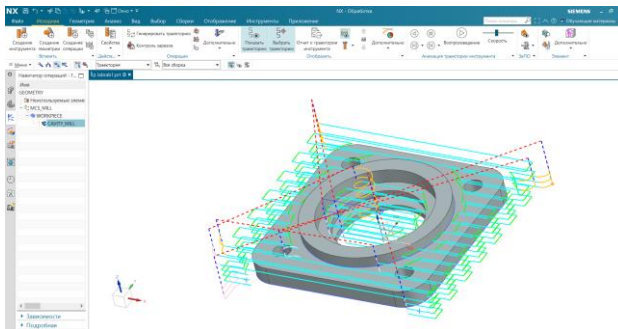

Рисунок 1.23 – Траєкторія обробки
13) Двічі клацніть по ній, щоб відкрити діалогове вікно операції. Змініть шаблон різання з «Вдоль детали» на «Зигзаг» і регенеруйте операцію (рис. 1.23).